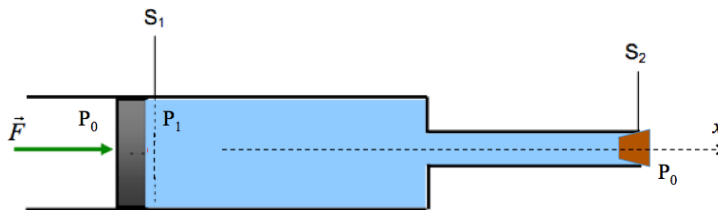

FIG. 1 – Seringue remplie d'un fluide incompressible, initialement bouchée à son extrémité.
Une seringue est remplie d'un liquide parfait incompressible, de densité  $\rho$ . Le corps de la seringue est cylindrique, de diamètre intérieur  $D_1$  et section  $S_1$ . L'aiguille, creuse, est également cylindrique, de diamètre intérieur  $D_2$  et de section  $S_2$ . Elle est placée horizontalement et initialement fermée par un petit bouchon hermétique encastré à l'extrémité de l'aiguille, comme indiqué sur la Fig. 1. À l'extérieur règne une pression uniforme, notée  $P_0$ .
- 1) Un opérateur exerce au niveau du piston une force  $\vec{F} = F\vec{u}_x$  (voir Fig. 1). Donner l'expression de la pression du fluide,  $P_1$ , au niveau du piston, en supposant que le bouchon reste fermé.